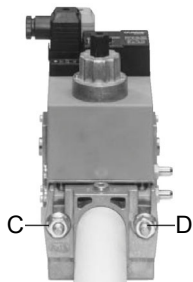
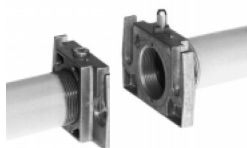
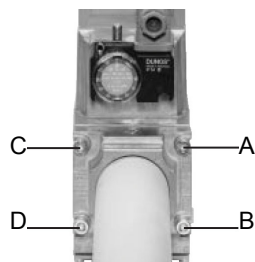

Fig. 4
Fig. 5
Fig. 7
- 3 Stringere le viti A, B, C e D (Fig. 4 - Fig. 5), rispettando le posizioni di montaggio (Fig. 7);